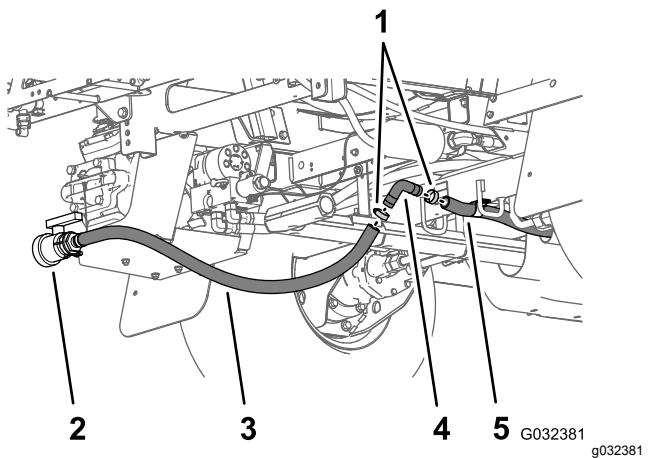
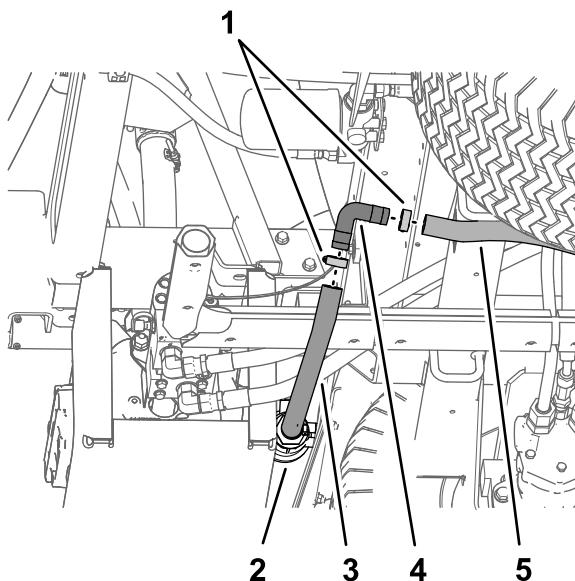

図 46
図 47
8. バーブ付き90° フィッティングステップ 3 で外したものを、ドレンバルブホースとタンク後部ドレンホースに取り付ける図 46と図 47。
9. バーブ付き90° フィッティングステップ 3 で外したものを、ドレンバルブホースとタンク後部ドレンホースに取り付ける図 46と図 47。